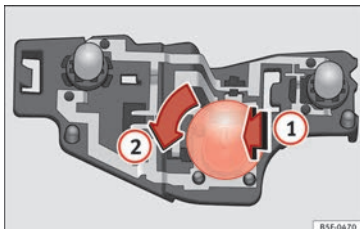

Fig. 114 Emplacement des ampoules sur le support d'ampoules.
- Insérez l'ampoule dans le porte-ampoule en appuyant légèrement 1, tournez-la ensuite vers la gauche 2 et retirez l'ampoule défectueuse » fig. 114.